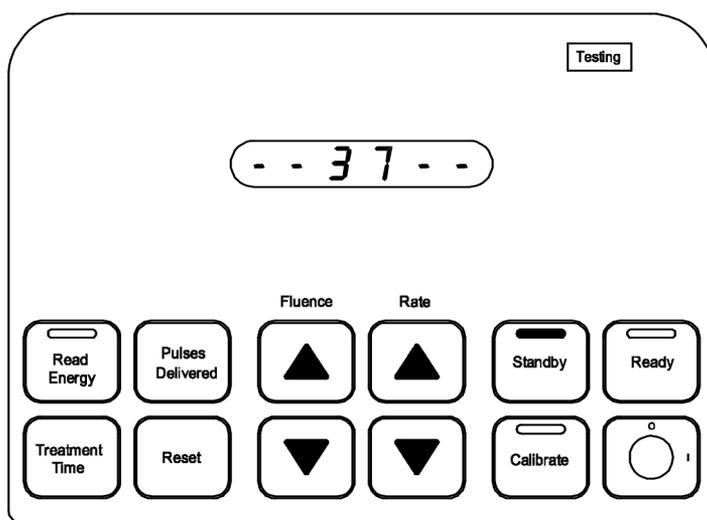

Figura 2
3. Al termine del test, le spie **Standby** e **Test** vengono accese (figura 2). Dopo il test delle spie, viene visualizzato il numero della versione software.